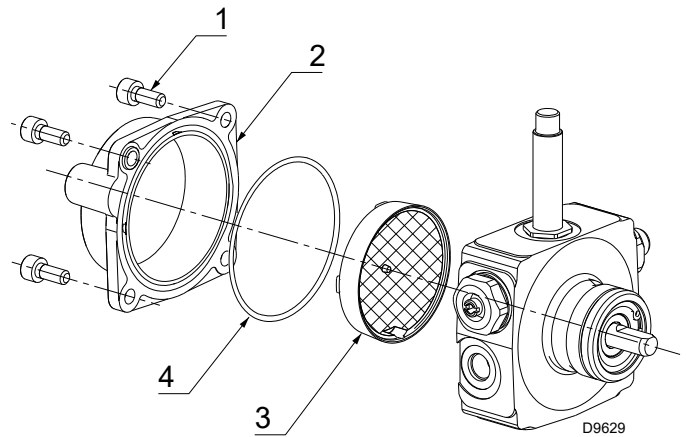

Fig. 8
- Svitare con chiave esagonale da 4 mm le viti 1) (Fig. 8) che fissano il coperchio 2).